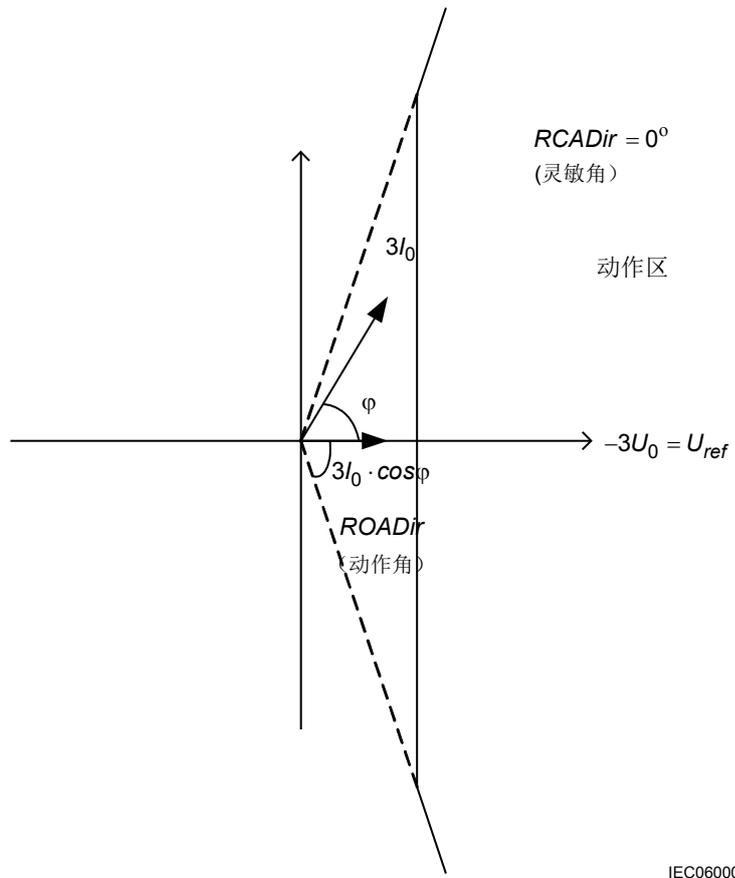
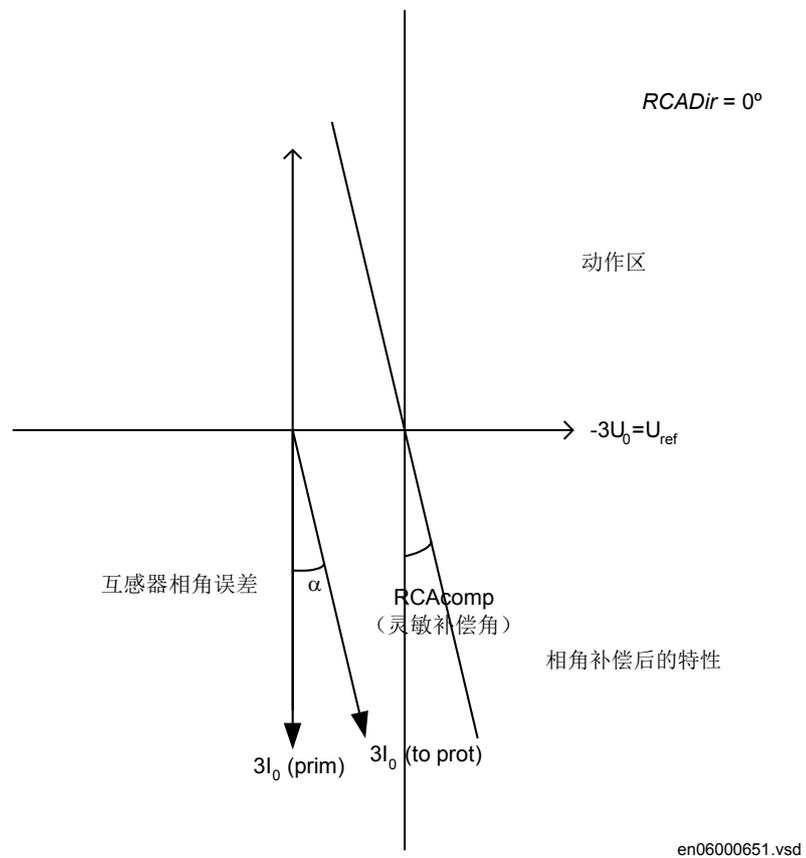

图 13: 受到 $ROADir$ 限制的特性曲线
图 14: RCComp 的说明
考虑以下情况，见图 13 和图 14。
4. 将测得的结果和设定的定值进行比较。考虑定值特性，见图 13 和图 14。